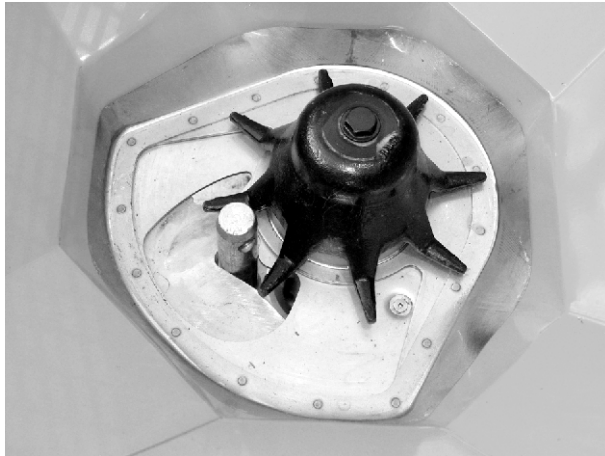

Abb. 83: Unterlenkerbolzen in Dosieröffnung
- ✓ Der Dosierschieber ist leicht gegen den Bolzen gedrückt. Siehe *Abb. 83 Unterlenkerbolzen in Dosieröffnung*.